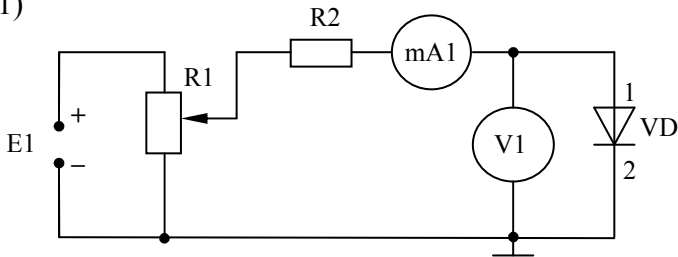

Рис.1. Электрическая схема для снятия прямой ВАХ
2. Собрать электрическую схему для снятия прямой характеристики выпрямительных полупроводниковых диодов (рисунок 1)